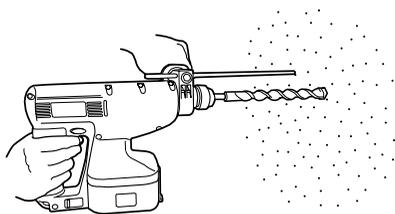

Fig. 13
- (1) Montar la broca
- (2) Presionar el interruptor de gatillo después de poner la punta de la broca en la posición para taladrar. (Fig. 13)
- (3) No es necesario presionar con fuerza la broca. Presionar ligeramente la broca de forma que el polvo producido al taladrar salga al exterior gradualmente.
- Cuando la broca toque una barra de hierro de construcción se detendrá inmediatamente y el martillo giratorio tenderá a girar. Por lo tanto, sujetar el mango lateral y sostenerlo firmemente como se ilustra en la Fig. 13.